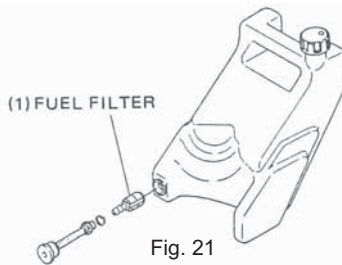

Fig. 21
- a. Clean as necessary. After all fuel drained from tank, gently pry out fuel filter with minus driver and wash it thoroughly in gasoline. After washing push it into the same place as before. (Fig.21)
- a. Rainigen Sie diesen Filter je nach Notwendigkeit. Nach Ausleeren des ganzen Kraftstoffes aus dem Benzintank, den Kraftstoffilter mit einem Schraubenzieher leicht hochheben und den Filter sorgfältig mit Benzin auswaschen. Anschließend an denselben Platz schieben wie vorher (Abbildung 21).